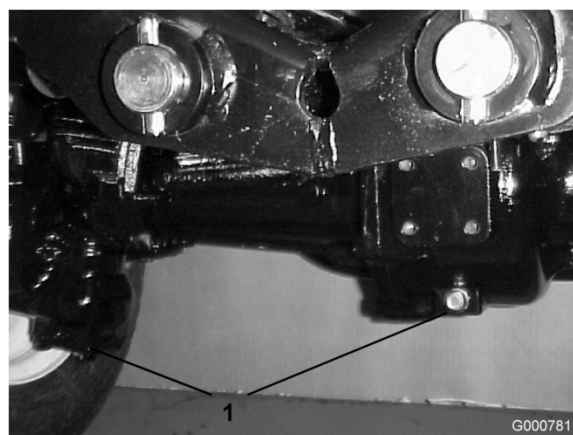

Figure 57
2. Nettoyez la surface autour des 3 bouchons de vidange, 1 à chaque extrémité et 1 au centre (Figure 57).